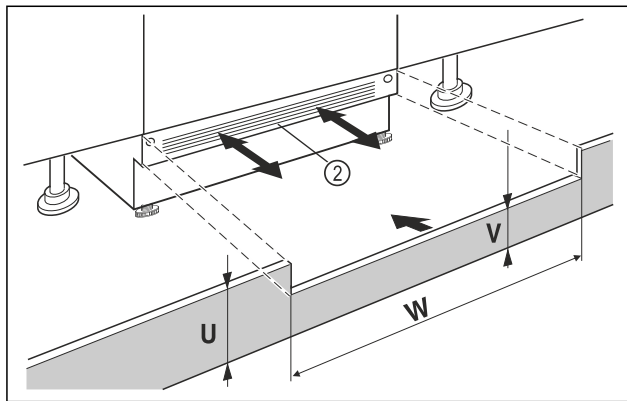

Fig. 70 Примерное изображение
- ▶ Установите цокольную панель устройства Fig. 70 (2), но еще не фиксируйте ее.
- ▶ Если цокольную панель Fig. 70 (2) видно, потяните её вперед настолько, пока передний край вентиляционной решетки не станет вровень с цокольной панелью мебели.
- ▶ Если цокольная панель Fig. 70 (2) скрыта, сдвиньте её назад как можно дальше.
- ▶ Вентиляционное отверстие должно быть полностью открытым: При необходимости следует подрезать цокольную панель мебели по высоте Fig. 70 (U)!
- ▷ Подгоните высоту перемычки Fig. 70 (W) по всей ширине ниши Fig. 70 (V) под цокольной панелью устройства Fig. 70 (2).